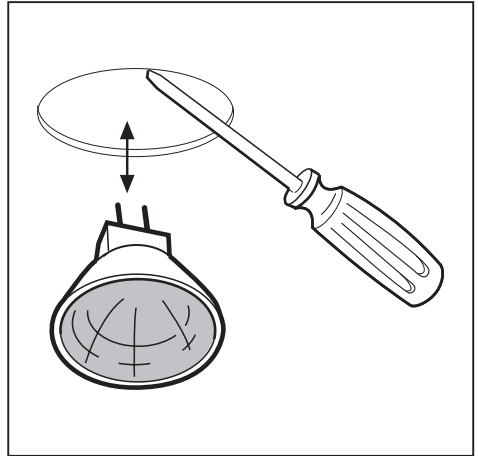

Fig.19 / 19. attēls
• **Udskiftning af halogenpærer (Fig.19):**